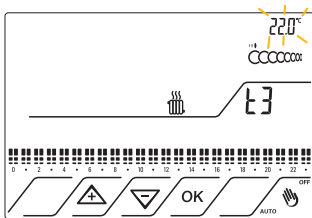

Fig.30
7.10 Comparare la fascia di temperatura relativa a T3. Lampeggia la relativa temperatura impostata 22°C. Fig.30